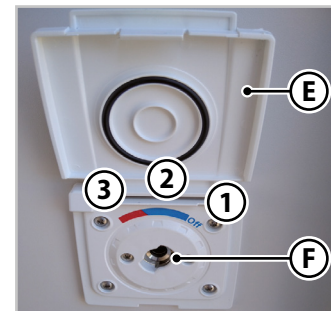

Fig.6.34 - Saída de engate do duche
1. Levantar a portinhola (**E** - Fig.6.34).
2. Introduzir o tubo fornecido no engate (**F** - Fig.6.34).